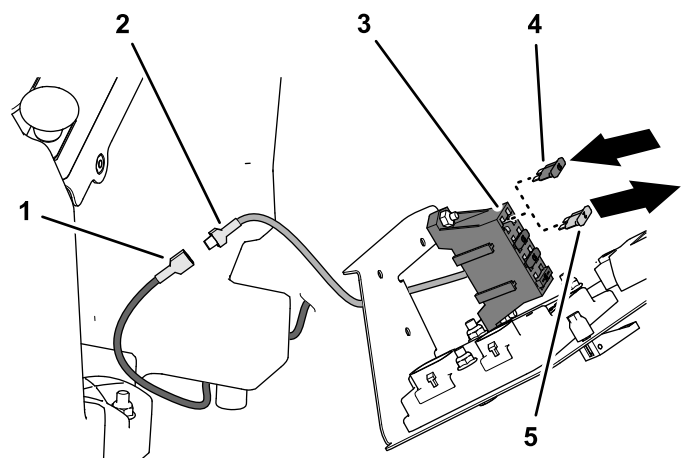

図 41
2. ワイヤハーネスキットの補助電源ワイヤ緑色の絶縁被覆をオペレータコントロール部に導く図 41。
3. ヒューズブロックで図 41、以下のワイヤペアを接続する
- ヒューズブロックにヒューズ 10 A を取り付ける図 41。